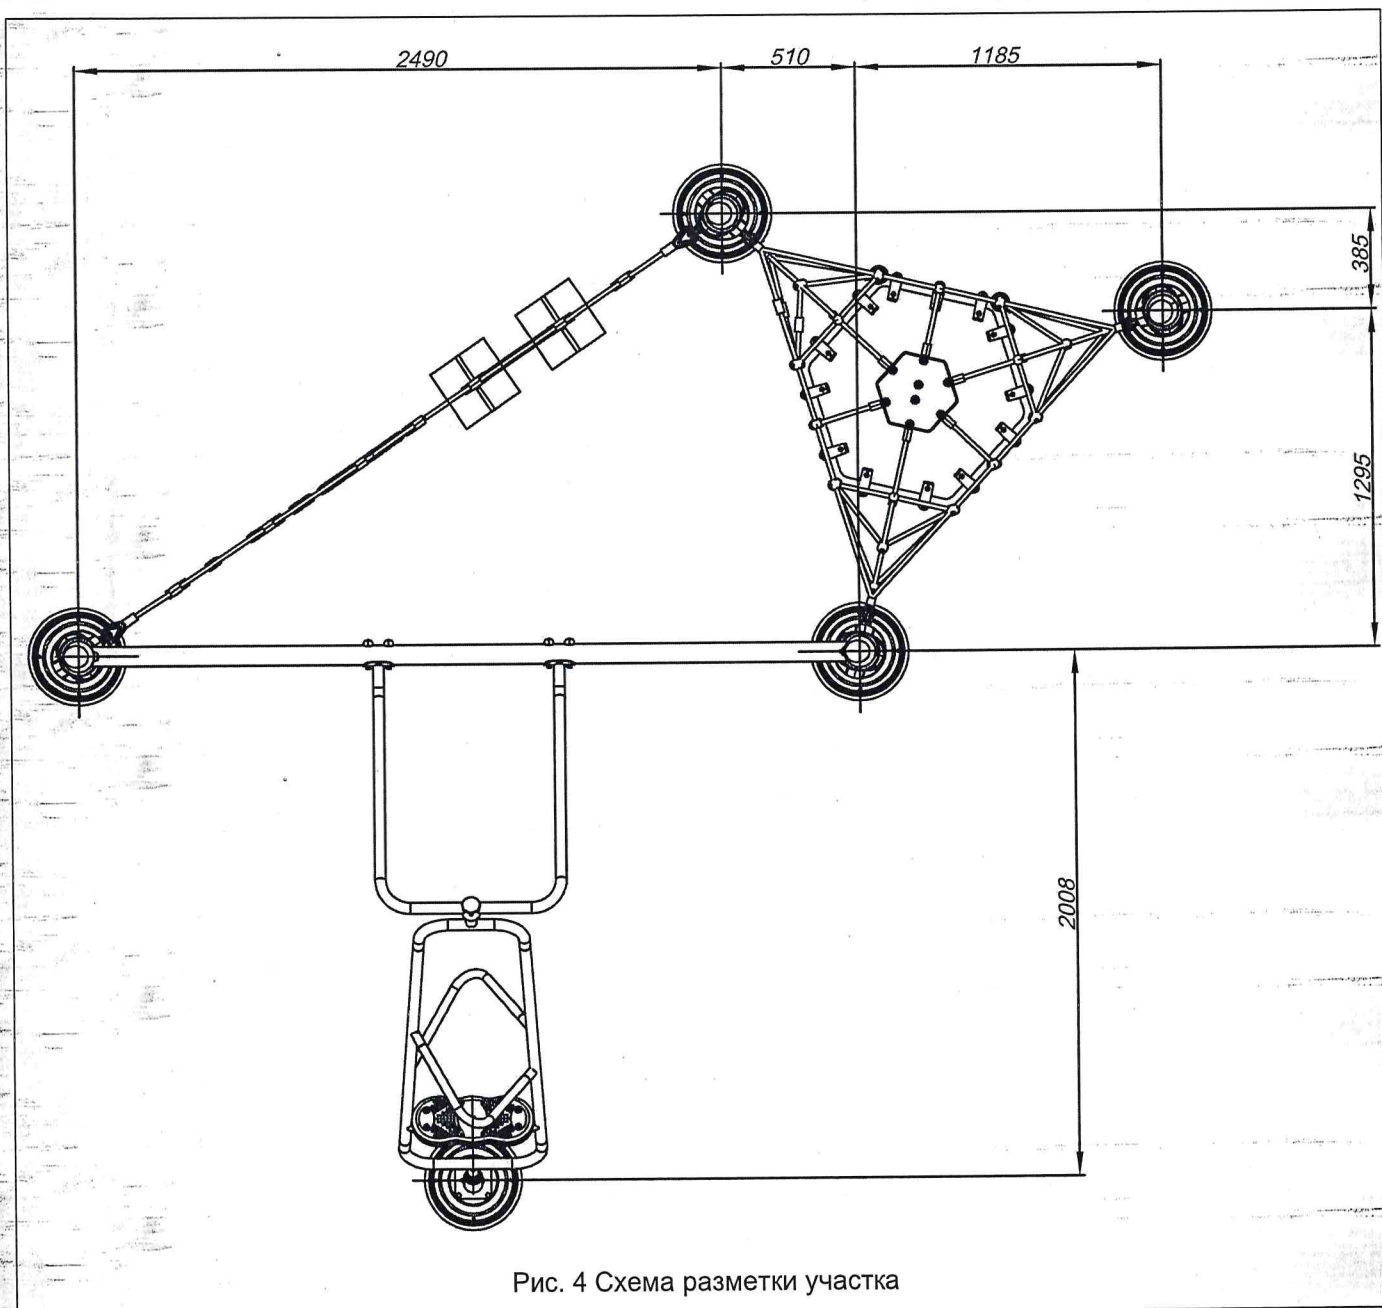
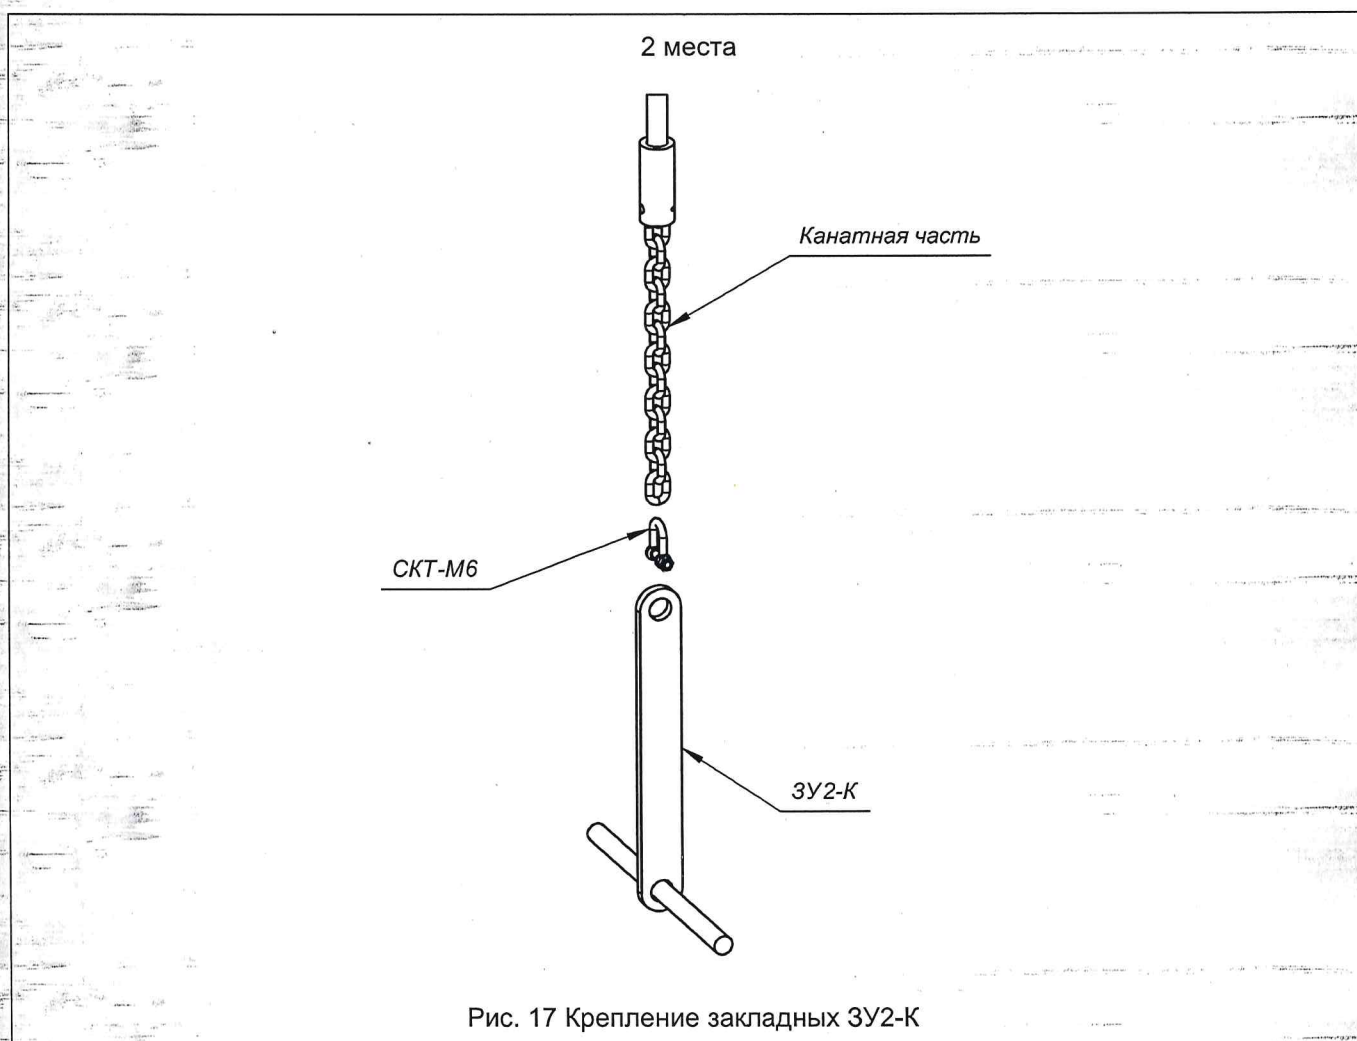

Рис. 4 Схема разметки участка
Рис. 17 Крепление закладных ЗУ2-К
- 6.2. Разметить участок для установки оборудования в соответствии с размерами зоны приземления (Рис. 3) и схемой разметки участка (Рис. 4). Подготовить ямы под опорные элементы оборудования для установки опалубки для бетонных блоков в соответствии с Рис. 4, Рис. 5. Следует учитывать глубину промерзания грунта на территории, где производится установка данного оборудования согласно СП 22.13330.2016. Установить в ямы опалубку. Рекомендуемые размеры бетонных блоков представлены на Рис. 6.
Рекомендуем! В целях обеспечения оптимального натяжения сетки - перед бетонированием закладных ЗУ2-К следует, закрепив сетку КН-4533.21.00 на каркасе (Рис. 18) и присоединив к ней закладные (Рис. 17), подобрать конкретное место фиксации бетоном закладных в опалубке (Рис. 4).